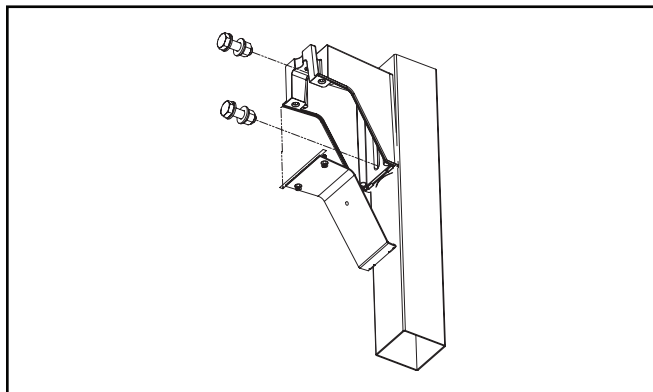

Figure 7.
2. Montez le bras sur le poteau carré ou rond à l'aide des boulons longs de 0,6 cm x 4,4 cm (1/2 po x 1 3/4 po), des écrous et des rondelles fournis. Serrez les boulons à 55 N.m (40 pi-lb). (Figure 7)